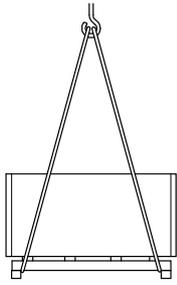

Abbildung 3: Skizze Transport mit Kran
- ⇒ Schlagen Sie das Anschlagmittel (Traverse, Seile, Hebegurte oder Mehrpunktgehänge) entsprechend **Abb. 3** an der Palette/Kiste an: